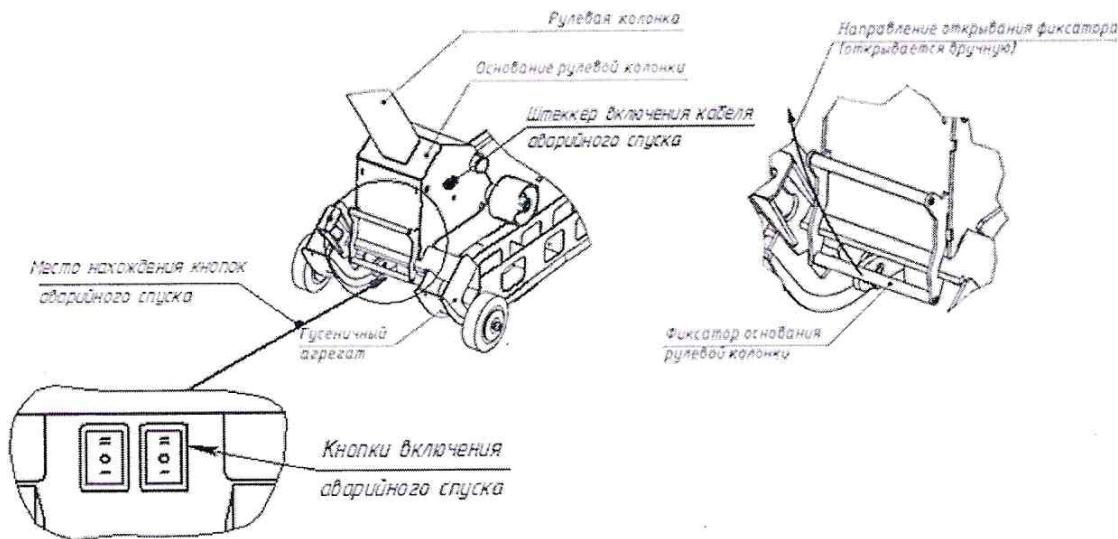

Рис. 9. Фиксирование основания рулевой колонки
- произвести освобождение от защелок рукой или носком ботинка поднятием защелок вверх (Рис.9);
- приложив небольшое усилие, отвести рулевую колонку движением на себя вниз, до зацепления рулевой колонки защелками (Рис.9);
- наклонить рулевую колонку (штурвал) вперед, предварительно освободив её от защелок, фиксирующих её относительно агрегата (Рис.9);
- освободить основание рулевой колонки от фиксирующих защелок, соединяющих его с гусеничным агрегатом (Рис.9);
- освобождение от защелок производить рукой или носком ботинка, поднятием защелок вверх (Рис.9);